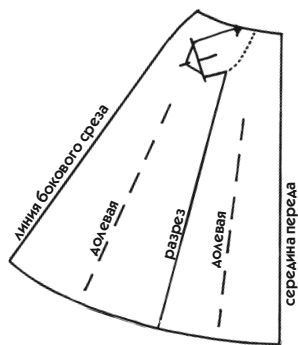

Рис. 258
Чтобы сделать более значительное расширение, чем показано на рис. 258, используется следующий прием (задание выполнять необязательно):
- Приложите лекало к фигуре и начертите пату и рельеф, как на рис. 258.